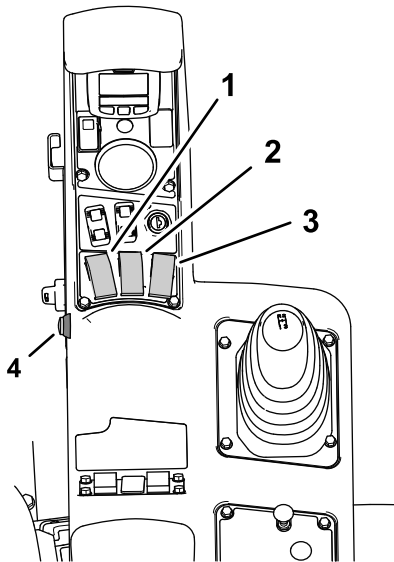
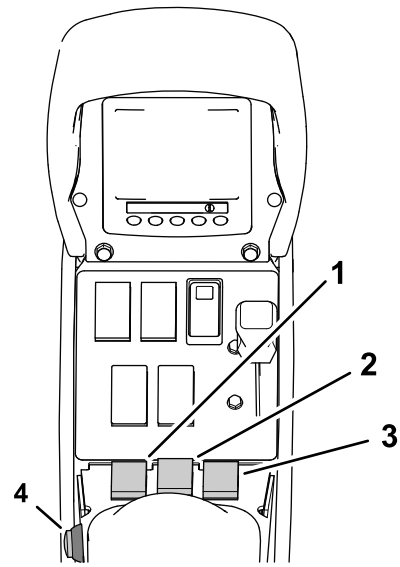

图 162
图 163
9. 将 3 个喷洒臂段开关位于机器控制台内设定至开启位置图 162 和图 163。